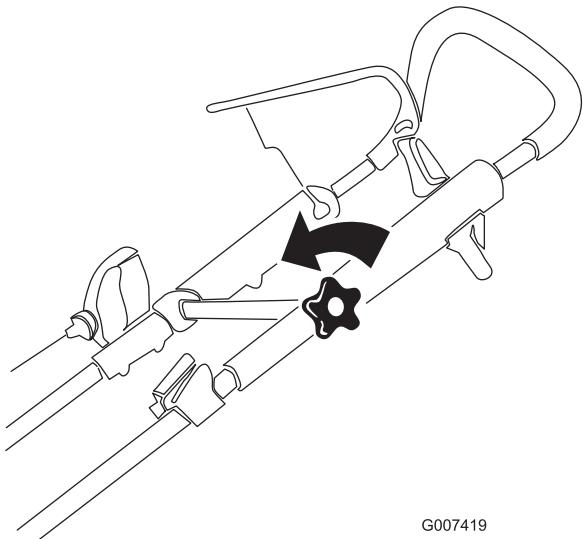

Figure 18
- Desserrez le bouton de la partie supérieure du guidon (Figure 18).